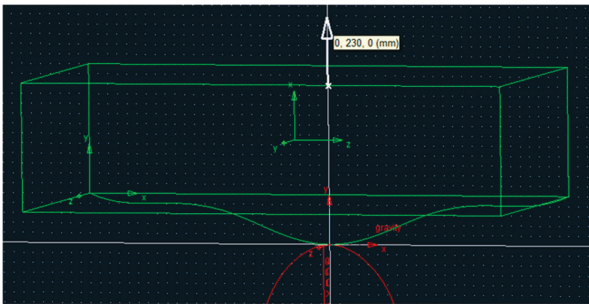
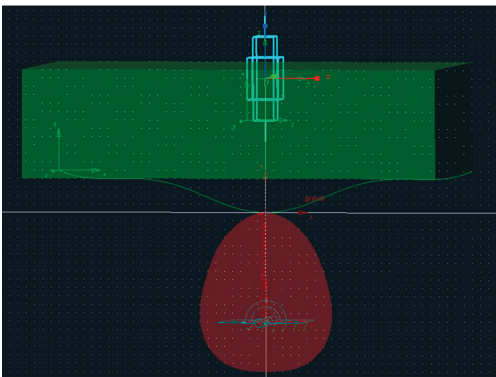

Figura 3.13 – Peça levemente rotacionada e o sentido de translação da junta
Figura 3.14 – Junta de translação construída.
- O próximo passo é selecionar a coordenada onde a junta será localizada. Para facilitar a seleção desse ponto, sugere-se rotacionar levemente a peça, conforme ilustrado na Figura 3.13, uma vez que o *box* construído compreende um volume. E, então, selecione o ponto localizado na coordenada (0,160,0). Lembre-se sempre de deixar ativa a caixa de diálogo *Coordinates*, de modo a ajudar na localização dos pontos.
- Mova o cursor do mouse na direção vertical no sentido positivo de Y até que uma seta seja mostrada, conforme ilustrado na Figura 3.13. Clique com o botão esquerdo do mouse para que ele defina a direção de translação da junta. Na Figura 3.14 está mostrada a junta construída.